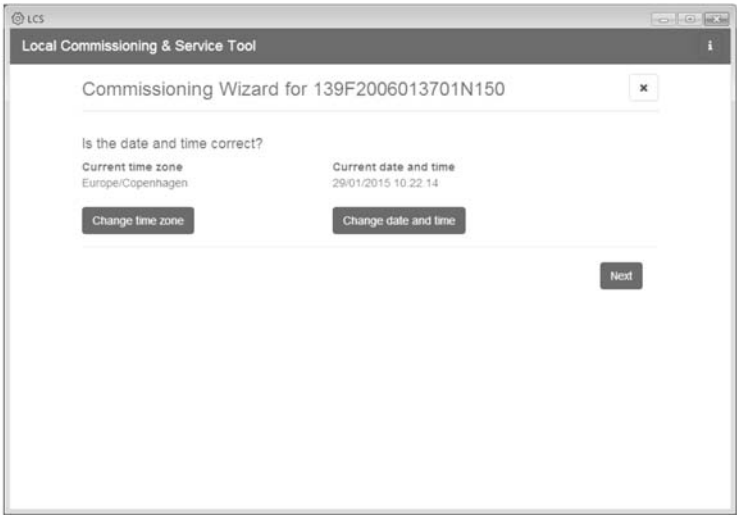

Figure 5.3 LCS-Tool - Vérification de la date et l'heure
- 4. Vérifiez que la date et l'heure sont correctes. Si ce n'est pas le cas, réglez-les et continuez. Voir figure 5.3.